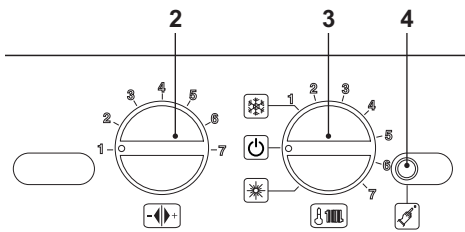

Fig. 5.54
- Para salir del modo de programación, ponga el selector de función 3 como se indica en la Fig. 5.54.